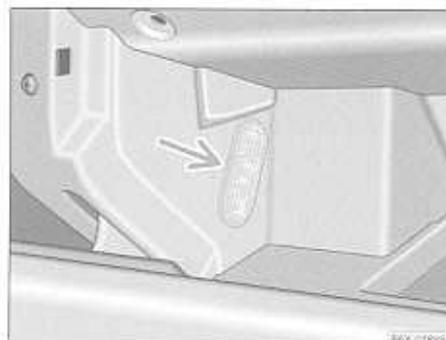

Fig. 161 Desmontar la lámpara del compartimento guardabultos en el lado del acompañante.
- Introducir un cuchillo o un destornillador en un lado entre la lámpara y el compartimento guardabultos => fig. 161. Sacar la lámpara, apalancándola con cuidado.